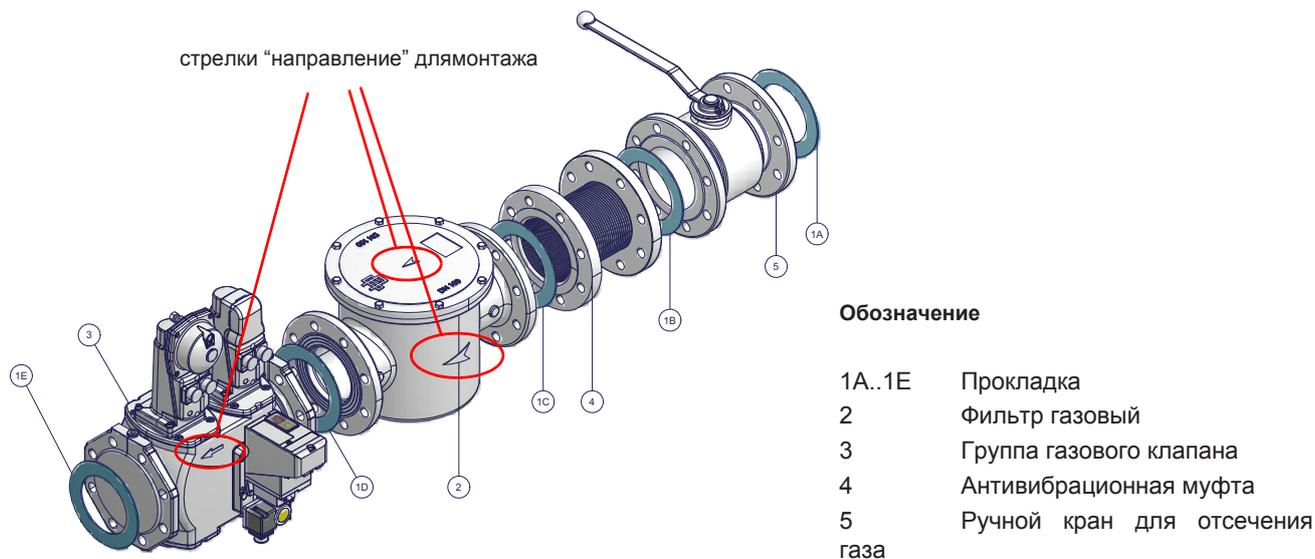

Рис. 2 - Пример газовой рампы
- 1 - б) при фланцевых соединениях: между соседними компонентами устанавливать прокладку (1A..1E - Рис. 2), совместимую с используемым газом,
ВНИМАНИЕ: после монтажа газовой рампы согласно схеме на Рис. 2, необходимо провести тестирование на герметичность газового контура, согласно требований действующих нормативов.
ВНИМАНИЕ: после монтажа газовой рамы согласно схеме на Рис. 2, необходимо провести тестирование на герметичность газового контура, согласно требований действующих нормативов.
Таким образом, задачей системы подачи топлива является подача насосом топлива и подогрев последнего. Вязкость тяжелого жидкого топлива выражается в разных единицах измерения; самыми распространенными являются: градусы по Энглеру - °E, сантистоксы - сСт, шкала Сайболт и Редвуд. Таблица 3 отображает конвертацию одной единицы измерения в другую. Например, вязкость в 120 сСт равна 17 градусам по Энглеру. График на рисунке отображает каким образом меняется вязкость тяжелого жидкого топлива при изменении его температуры. Например, топливо, которое при 50°C имеет вязкость примерно в 20 °E, при его нагреве до 100°C имеет вязкость примерно 3°E. Что касается возможности перекачивания топлива насосом, то эта характеристика зависит от типа насоса, который перекачивает это топливо, хотя на диаграмме на рисунке цитируется ориентировочный предел, равный 100°E. Поэтому, необходимо смотреть характеристики насоса, поставляемого вместе с горелкой. Обычно, температура жидкого топлива на входе в насос возрастает в зависимости от вязкости. Обратившись опять к диаграмме на Рис. 2, можно определить, что для того, чтобы перекачивать жидкое топливо вязкостью 10°E при 50°C, необходимо подогреть его до примерно 40°C.